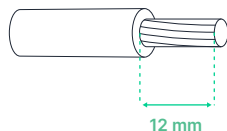

Fig. 7 - Longueur d'enveloppe isolante à dénuder.
13. Dénudez chacun des fils du câble d'alimentation sur une longueur de 12 mm. **(Fig. 7 - pag. 19)**